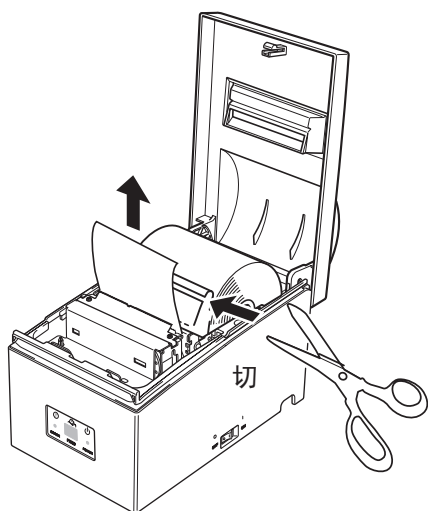

图 5-16 切纸
④ 如图5-16,在进纸槽前将纸剪断。
⑤ 取出卡住的纸,重新装纸。